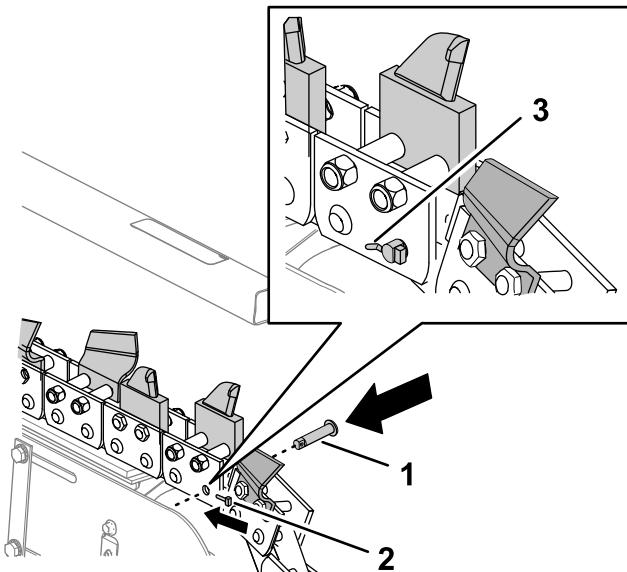

Figura 42
2. Gire la cadena excavadora hasta que el pasador maestro esté posicionado en la parte superior de la rueda tensora de la espada (Figura 42).
4. Enderece o recorte el extremo del pasador de seguridad y retire el pasador (Figura 42).
5. Retire el pasador maestro y el rodillo del pasador maestro (Figura 42).
- Alinee el taladro del rodillo de un eslabón con los taladros de las placas interiores del extremo de la cadena (Figura 42).
- Alinee los taladros de las placas interiores y del rodillo de la cadena con los taladros de las placas exteriores del otro extremo de la cadena (Figura 42).
- Posicione el pasador maestro, con el taladro del pasador paralelo a las placas de la cadena situadas por delante de la rueda tensora (Figura 42).
- Introduzca el pasador de seguridad a través del pasador maestro con la cabeza del pasador hacia la rueda tensora (Figura 42).
- Doble el extremo del pasador de seguridad 30°–45° hacia abajo (Figura 42).